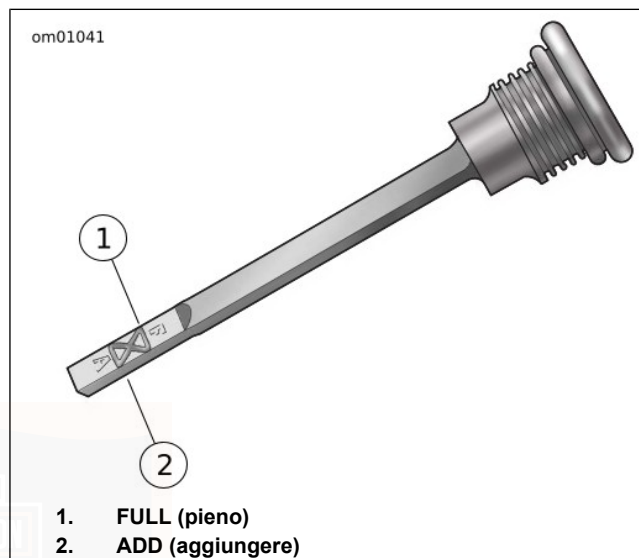

Figura 32. Tappo del rifornimento/astina di livello dell'olio del cambio
3. Vedere Figura 32. Pulire il tappo del rifornimento/astina di livello e riportarlo nel relativo foro. Non avvitare. (L'astina di livello deve poggiare sulla filettatura del basamento.)